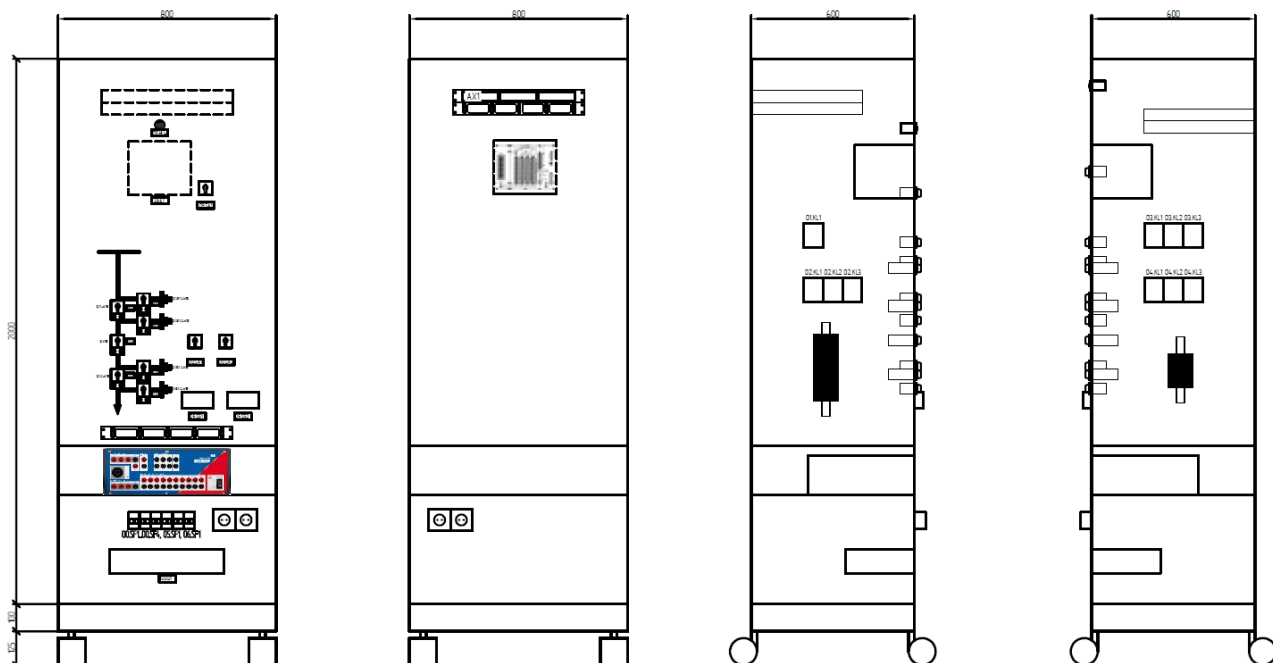

Рисунок 6. Панель физической модели присоединения ВЛ.
- Панель физической модели присоединения ВЛ (рис. 6);